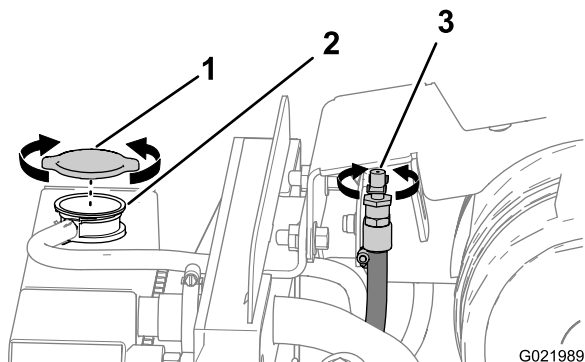
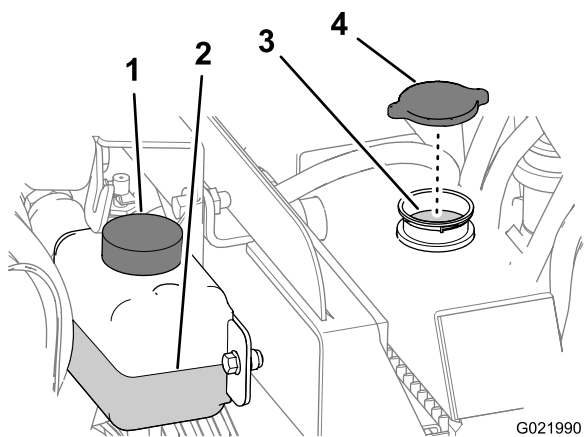

Figure 78
Figure 79
- Ouvrez la vanne d'évent du moteur (Figure 78).
- Retirez le bouchon du radiateur du goulot de remplissage et vérifiez le niveau du liquide de refroidissement (Figure 78 et Figure 79).
- Si le niveau du liquide de refroidissement est trop bas, ajoutez du liquide de refroidissement jusqu'à ce que le niveau atteigne le bas du goulot de remplissage (Figure 79).
- Retirez le bouchon de radiateur (Figure 78 and Figure 79).
- B. Ouvrez la vanne d'évent (Figure 78).
- A. Ouvrez la vanne d'évent (Figure 78).
1. Retirez le bouchon de radiateur (Figure 78 et Figure 79).
2. Ouvrez la vanne d'évent (Figure 78).